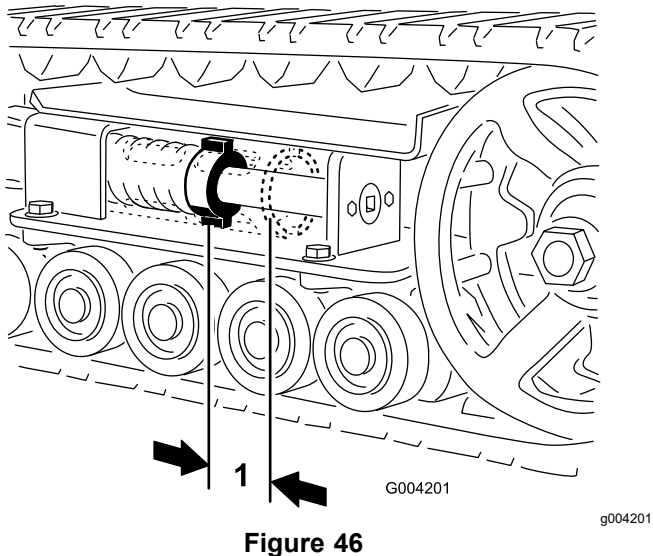

Figure 46
L'écrou de tension et l'arrière du tube de tension doivent être distants de 7 cm (Figure 46). Si ce n'est pas le cas, réglez la tension des chenilles comme suit :
5. À l'aide d'une clé à cliquet de ½ pouce, tournez la vis de tension dans le sens antihoraire jusqu'à obtention d'un espacement de 7 cm entre l'écrou de tension et l'arrière du tube de tension (Figure 46).
12. Tournez la vis de tension dans le sens antihoraire jusqu'à obtention d'un écartement de 7 cm entre l'écrou de tension et l'arrière du tube de tension (Figure 46).
18. Tournez la vis de tension dans le sens antihoraire jusqu'à obtention d'un écartement de 7 cm entre l'écrou de tension et l'arrière du tube de tension (Figure 46).